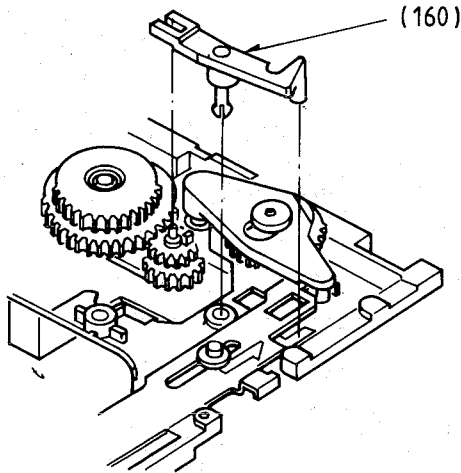
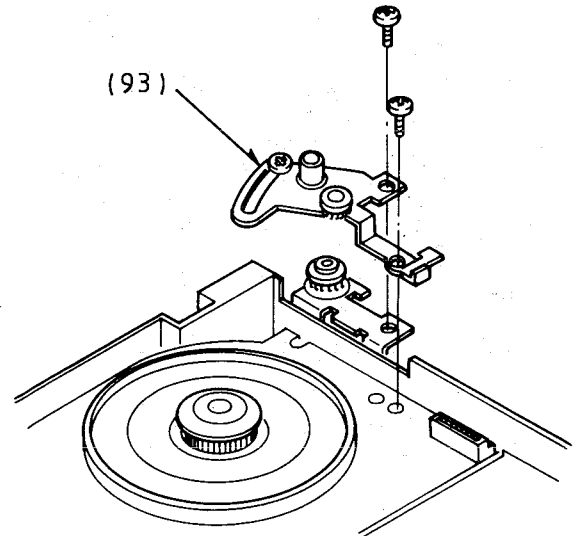

Fig. 59
Fig. 60
- Umspulkontrollhebel (160) gemäß Fig. 59 einbauen.
7.9 Riemenstapenhebel (93)
- Riemenstapenhebel (93) gemäß Fig. 60 montieren.
- Fit the Review Control Lever (160) as shown in Fig. 59.
7.9 Tension Pulley Base Unit (93)
- Fit the Tension Pulley Base Unit (93) as shown in Fig. 60.